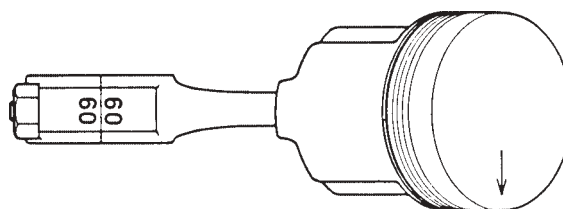

Fig. 53 Chiffre de repérage sur la bielle et le chapeau de palier
3. S'assurer que le repère sur le haut du piston ou dans le piston ainsi que sur la bielle coïncident à la figure 53.
**Remarque** : Les chapeaux de palier doivent être montés pour que les chiffres de repérage/repères de couleur sur la bielle et sur le chapeau de palier coïncident (figure 53).